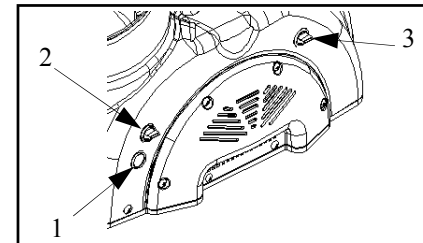

ABB. Nr.7 - Schaltung-Zitronenpresse u. Mixer
- 1 Das Gerät ein-und ausschalten (I und O siehe ABB. Nr. 7)